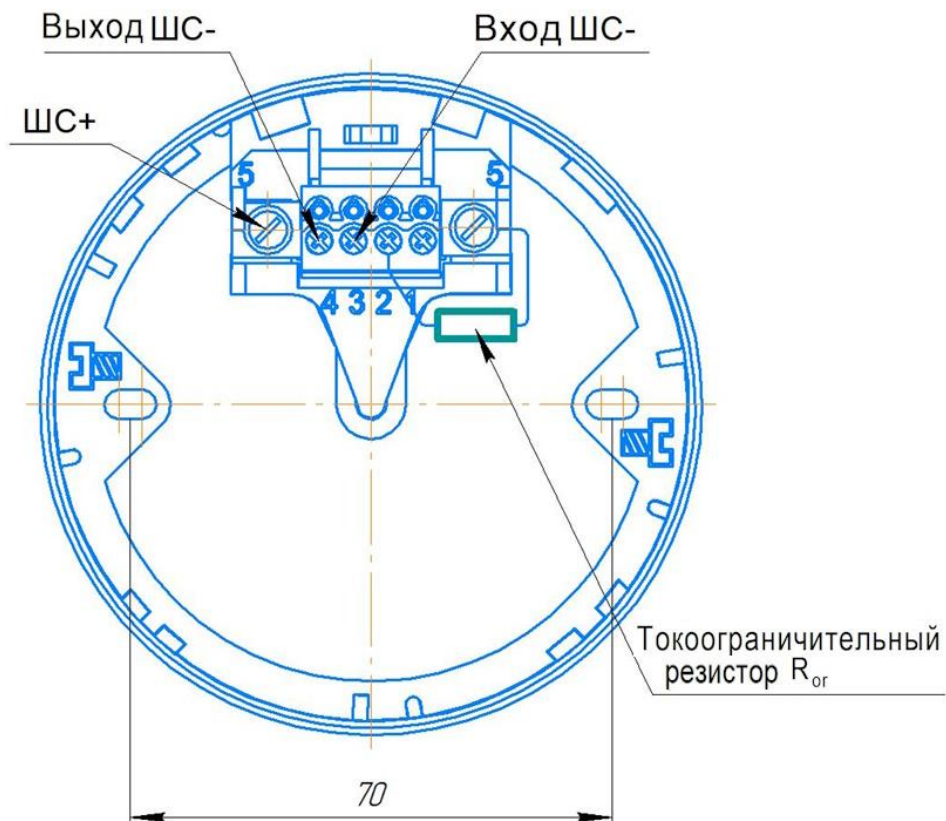

Рисунок 2 – Розетка извещателя. Общий вид, размеры и расположение контактов.
- разметить места установки дюбелей согласно рис. 2;